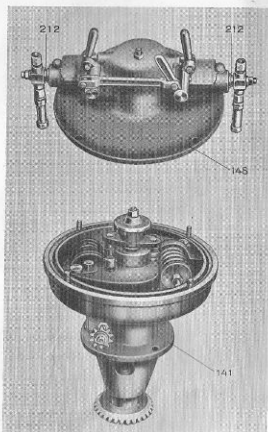

Fig. 2.
Motorns varvantal regleras av en centrifugalregulator (fig. 2), placerad på växellådan och driven från motoraxeln medelst en konisk kuggväxel. Regulatorn är så inställd, att motorn alltid arbetar med det bestämda varvantalet, som icke under några omständigheter får ökas.
2. Tag av regulatorkåpan (148, fig. 2) och vrid regulatorringen så, att skåran "C" i denna står mitt för skåran "D" i regulatorhuset (se fig. 7).